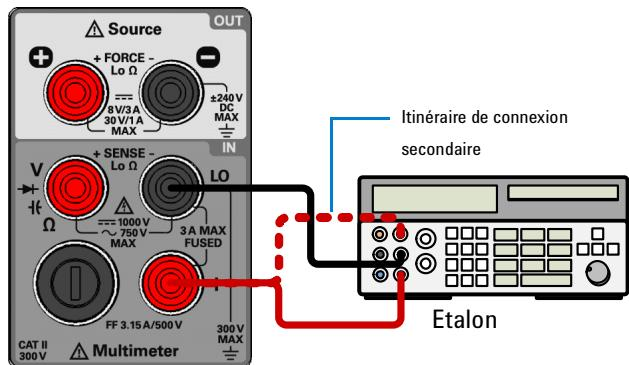

Figure 5-3 Configuration du test de vérification du gain de tension CC et de courant CA
- 1 Reliez l'étalon aux bornes d'entrée **I** (rouge) et **L0** (noire) sur le panneau avant (voir Figure 5-3 à la page 142).